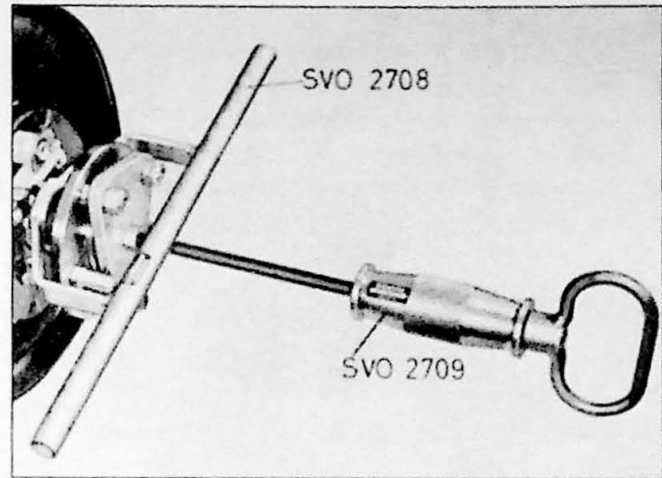
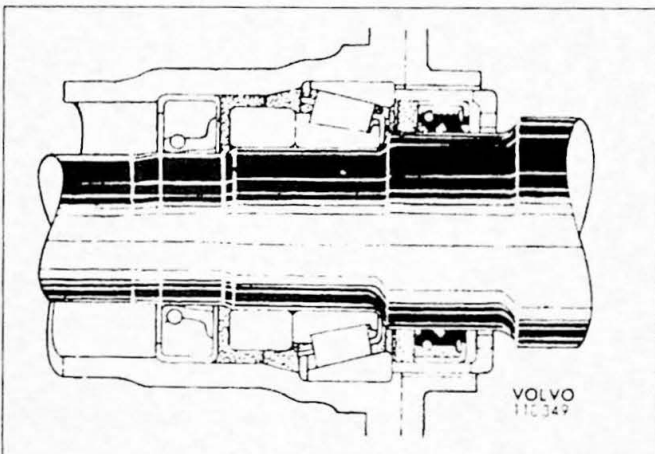
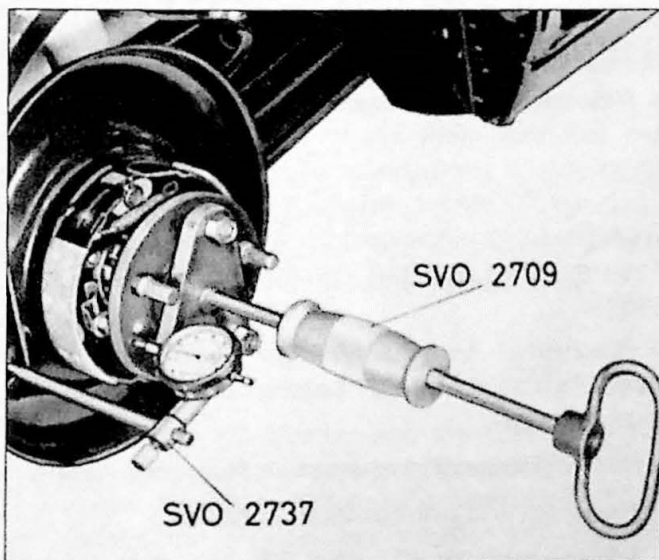

Fig. 9.40f. Afstellen axiaalspeling van de achteras
Fig. 9.40d. Smering achteraslagers
Fig. 9.40e. Controle axiaalspeling van de achteras
2. Voorzie de lagere van een goede kwaliteit vet en monteer hierna de aandrijfassen, ankerplaat en houders. Na de montage moet de hele ruimte tussen de keerringen gevuld zijn met vet (Fig. 9.40d). Controleer de axiale speling die 0,05-0,013 mm moet bedragen met een meetklok en houder SVO 2737 (Fig. 9.40e). Pers daarbij eerst de buitenringen in hun positie met behulp van een slaghamer op SVO 2709. Bijstellen indien nodig. Gebruik hierbij sleutel SVO 2708 (Fig. 9.40f). Borg de stelmoer met een passende punt.